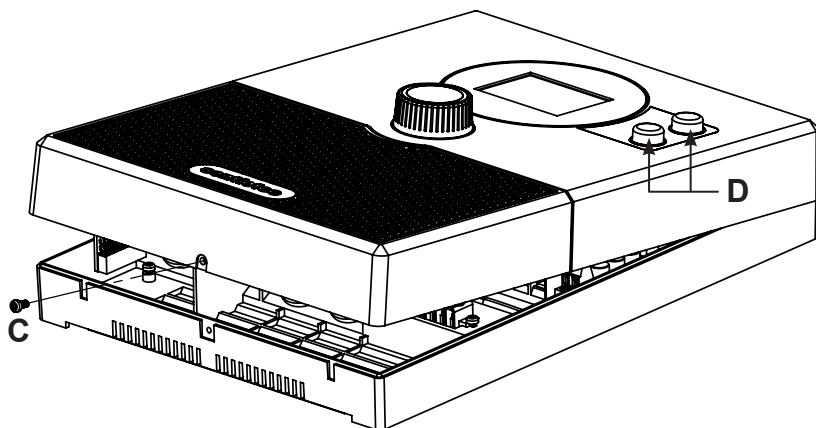

Fig.2 Rimozione del coperchio dell'alloggiamento
2. Rimuovere con un cacciavite la vite dell'alloggiamento **C** e sollevare il coperchio dell'alloggiamento dal lato inferiore (vedi **Fig.2**).